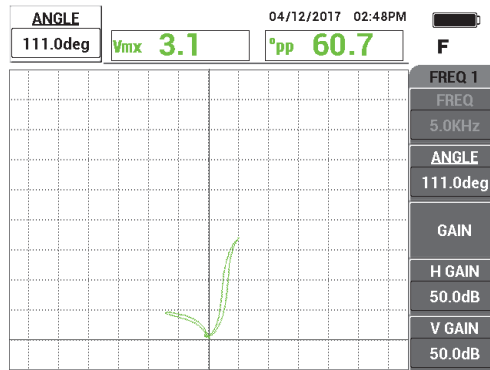

Abbildung 5-184 Einstellen der Signalphase
4. Drücken Sie die Direktzugriffstaste **ANGLE** (◁) und stellen Sie das Signal ein, bis das Signal der AD-Nut eine Phase von ungefähr 10° erreicht (siehe Abbildung 5-184 auf Seite 276).